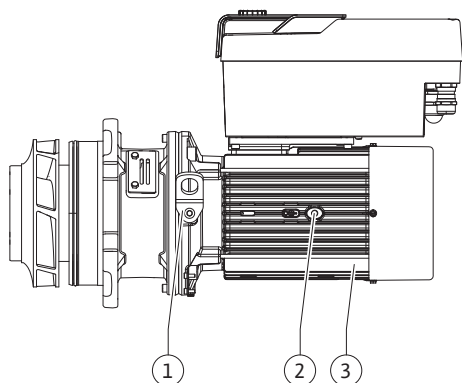

Fig. 108: Siseosakomplekt
13. Asetage siseosakomplekt (vt Fig. 108) pumbakorpusse vanas või mõnes muus soovitud nurkasendis. Arvestage sealjuures osade lubatud paigaldusasendeid (vaadake peatükki „Lubatud paigaldusasendid ja osade paigutuse muutmine enne paigaldamist“ [► 24]).
14. Soovitav on kasutada paigalduspolt (vaadake peatükki „Lisavarustus“ [► 19]). Kui võllikatte on tuntuvalt haardunud (u 15 mm enne lõppasendit), ei ole enam ümberkukkumis- või kaldumisohtu. Pärast seda, kui siseosakomplekt on vähemalt ühe poldiga (Fig. I/III, pos. 10 või Fig. III/IV, pos. 29) kinnitatud, võib kinnitusvahendid tõsteasadelt eemaldada.
15. Keerake poldid (Fig. I/III, pos. 10 või Fig. III/IV, pos. 29) sisse, kuid mitte lõplikult kinni. Poldide kinnikeeramisel tõmmatakse siseosakomplekt pumbakorpusse.